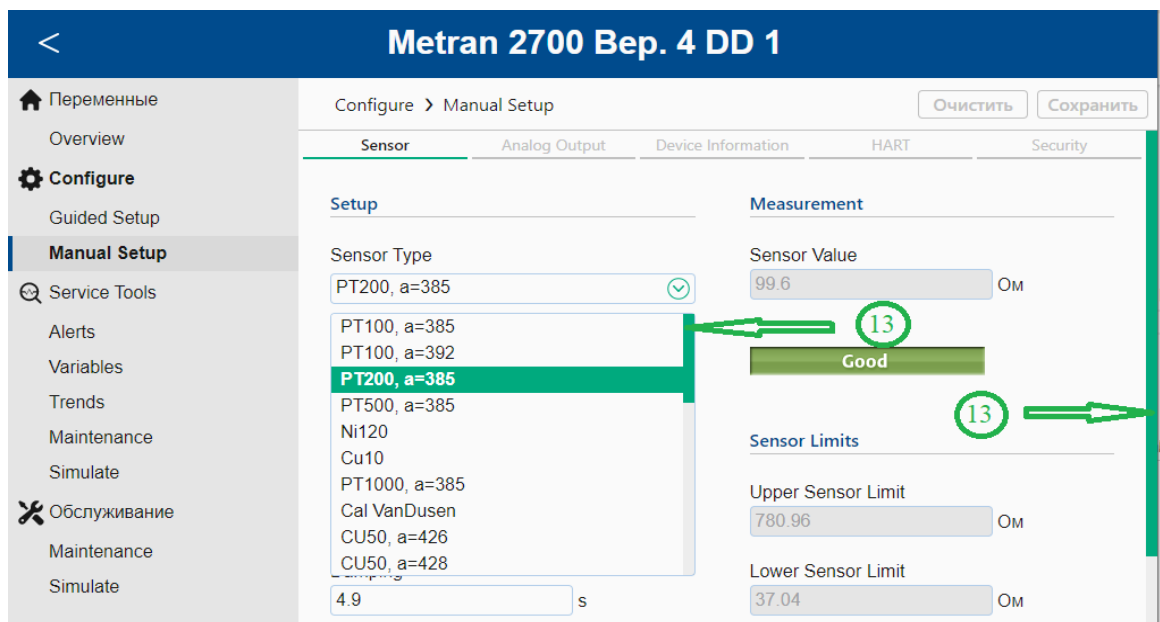

Рис. 10 Элементы конфигурационного окна
13. Полоса прокрутки – (рис.10) (пункт 5.23)